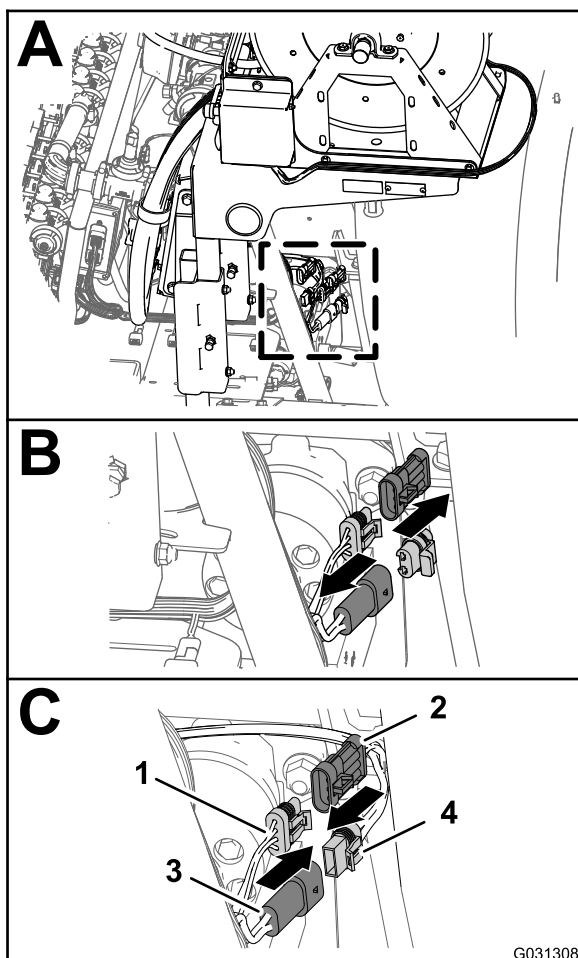

Figura 189
1. En la parte trasera de la máquina, localice el arnés de cables del kit de carrete de manguera giratorio en la parte trasera del depósito del fumigador (Figura 189).
2. Retire el tapón del conector de 2 pines del arnés principal trasero de alimentación del carrete de manguera (Figura 189).
3. Conecte el conector hembra de 2 vías del arnés del carrete de manguera eléctrico en el conector de 2 pines del arnés principal trasero (Figura 189).
4. Retire el tapón del conector hembra de 3 vías del arnés principal trasero de interconexión del arnés de fumigación (Figura 189).
5. Conecte el conector de 3 pines del arnés del carrete de manguera eléctrico en el conector de 3 pines del arnés principal trasero (Figura 189).